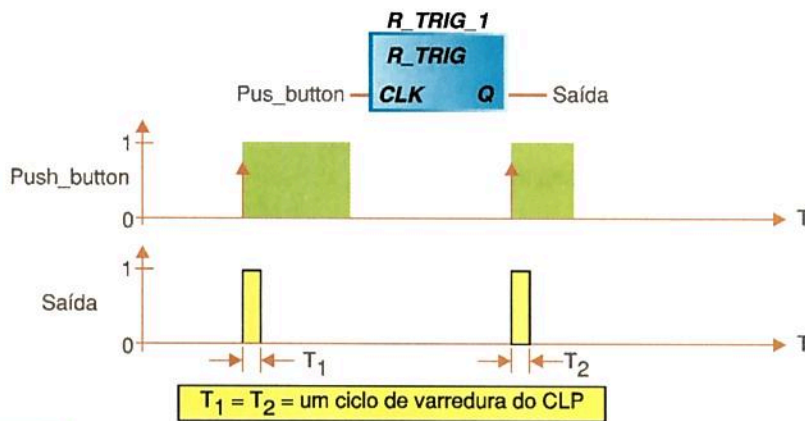

Figura 10
**R\_TRIG:** esta função detecta a borda de subida de um sinal e tem como saída um pulso que tem como duração um ciclo de varredura de um CLP, conforme mostra a figura 10.